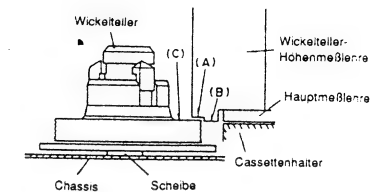

Abb. 3-5
3-1 Einstellung der Wickeltellerhöhe (Abb. 3-5)
- 1) Die Wickelteller-Höhenmeßlehre gemäß Abb. 3-5 an den Wickelteller anlegen.
- 2) Die Scheibe an der Unterseite des Wickeltellers so einstellen, daß sich (C) des Wickeltellers (A) und (B) der Wickelteller-Höhenmeßlehre befindet.